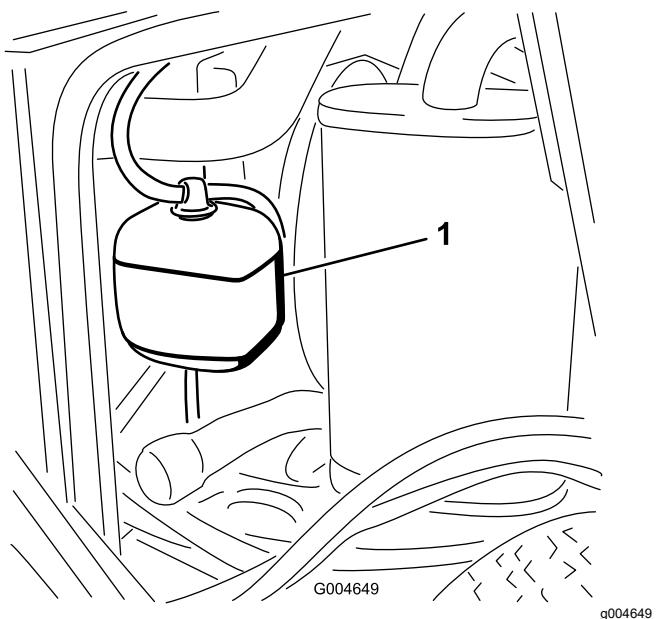

Figura 44
1. Compruebe el nivel de refrigerante en el depósito de expansión (Figura 44).